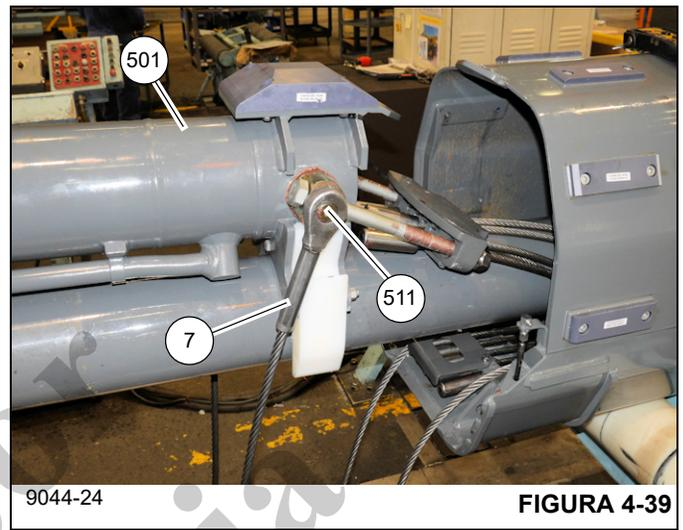

FIGURA 4-39
52. Retire los pernos (536) y arandelas (512) que fijan los dos cables de retracción (7) al pasador (511) en la parte
delantera del cilindro telescópicos N.º 2 (501) (vea Figura 4-39).